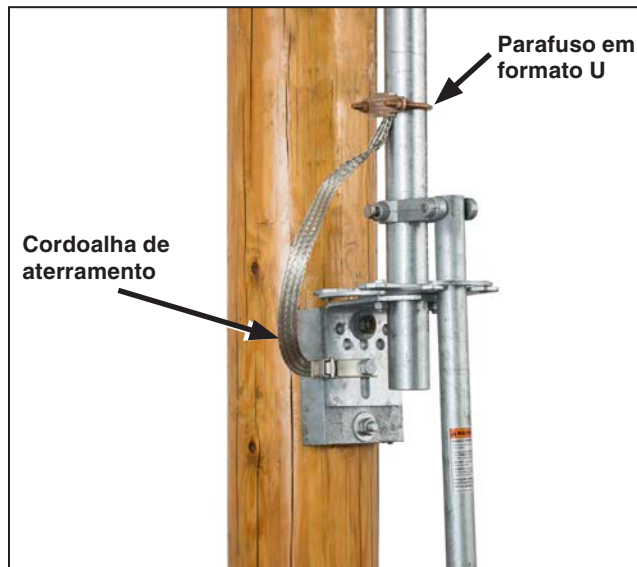

Figura 23. Conexões da cordoalha de aterramento.
PASSO 19. Prenda a ponta livre da cordoalha de aterramento à seção inferior do tubo, a poucas polegadas acima do conjunto da alavanca de operação (ou do intertravamento da chave) usando o parafuso em formato U fornecido para esta finalidade. Ver Figura 23. Ligue a ponta inferior da cordoalha a um ponto adequado de aterramento, usando o conector de aterramento existente na ponta da cordoalha.